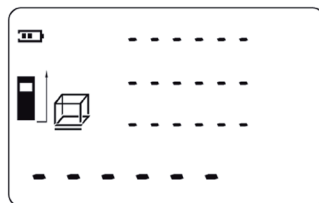

Fig. 11
1. Premere il tasto 4 per le modalità per selezionare la modalità per la misurazione del volume. La riga lampeggiante nel simbolo  indica la lunghezza da misurare (fig. 11).